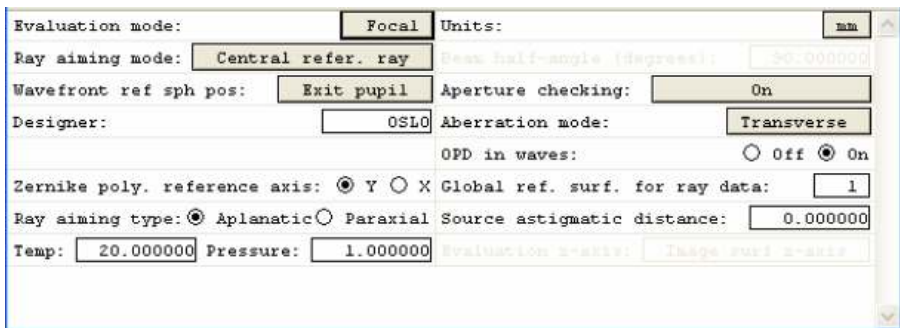

Рис.1.8. Электронная таблица общих условий проекта
**Gen** - открывает электронную таблицу рабочих условий проекта (рис.1.8). Общие рабочие условия включают данные общие для всего проекта или для всех оптических компонент проекта, а также общие условия и допущения расчета. Здесь: